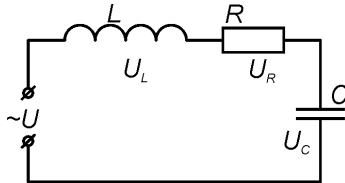

рис.1.2
*Пример:* Рассчитать напряжение на входе цепи, состоящей из последовательно включенных  $L$ ,  $R$  и  $C$ , ток в цепи синусоидальный (рис.1.2).